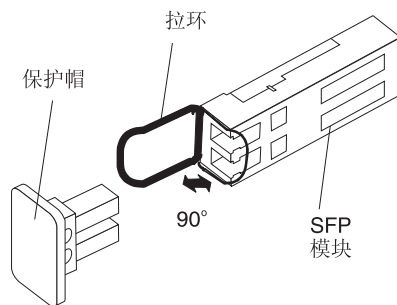

图 52. SFP 模块解锁 - 拉环可能会有所不同
- 对于具有拉环的 SFP 模块，将拉环向外拉 90° 即可为 SFP 模块解锁，如图 52 中所示。